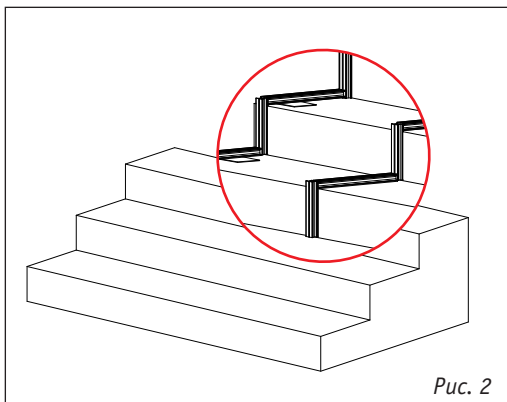

Рис. 2
- На ровные бетонные ступени с предварительной укладкой резиновой подушки 100x100x5 мм; монтажные лаги устанавливаются перпендикулярно профилю ступени (рис. 2).